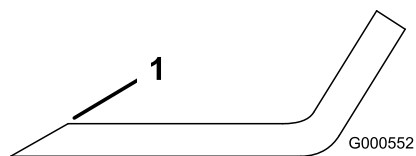

Figure 56
1. Au moyen d'une lime, aiguisez les tranchants aux deux extrémités de la lame (Figure 56).
**Remarque:** Si la lame est déséquilibrée, limez un peu l'extrémité de l'ailette seulement (Figure 56).